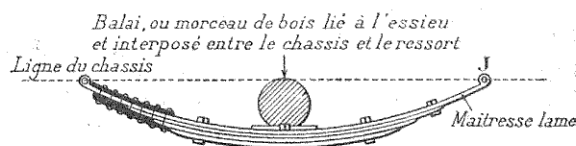

Fig. 3. — Ressort droit.
Notre constructeur en possession du châssis doit y attacher les *ressorts* par l'intermédiaire desquels le châssis reposera sur les *essieux*. Les ressorts les plus employés sont les ressorts droits indiqués figure 3. Ils se composent d'un certain nombre de lames d'acier trempé et recuit convenablement et assemblées entre elles au moyen de boulons et de rivets.
**Comment fonctionne un ressort et quels soins nécessite-t-il ?** — Un ressort *pivote continuellement* autour de son point de fixation au chassis J (fig. 3). Il est donc *indispensable*
par temps froid, l'acier devenant très cassant par la gelée. La rupture ne constitue pas la panne fatale. Si elle se produit à l'endroit figuré sur la figure 3, cas le plus fréquent, prenez dans le coffre deux morceaux de fer plat, soit des leviers de démontage de pneus, soit un burin; placez-en un au-dessus, l'autre au-dessous, et ligaturez le tout solidement avec du fil de fer, une corde que vous mouillerez *après* l'avoir serrée et qui, en séchant, « se retirera » en fixant solidement l'ensemble. Cette réparation vous permettra de rentrer au gîte. Pour plus de prudence, achetez un balai rond; à défaut de balai, prenez un morceau de bois et liez-le solidement à l'essieu de façon que son extrémité affleure la *partie externe du ressort*, mais *ne la dépasse pas*. Si c'est du bois, faites une entaille afin qu'à aucun moment il ne vienne à dé-